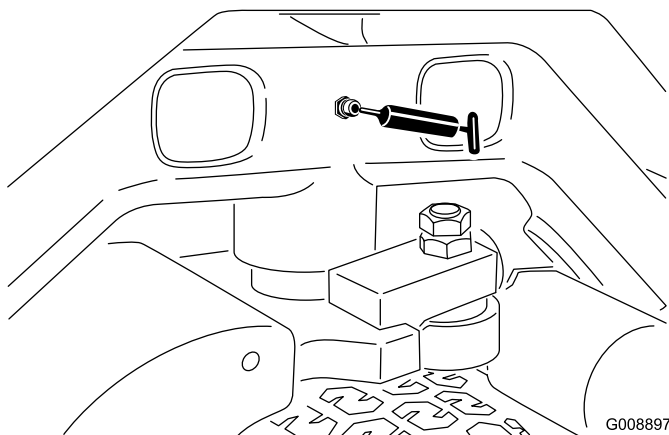

Figura 33
- Articulação da direcção (Figura 33)